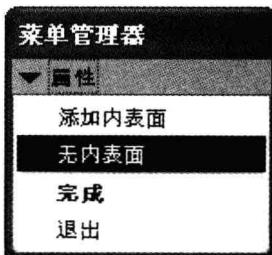

图 1-5 “属性”菜单管理器
- 闭合的轨迹线：如果绘制的轨迹线是闭合的，系统将弹出如图 1-5 所示的“属性”菜单管理器，要求用户定义扫描特征的内部填充状态。